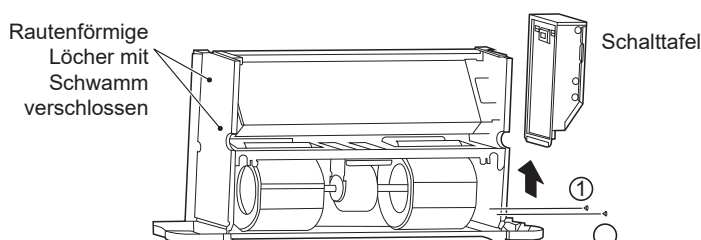

Abb. 5-19 Entfernen der Schalttafel und Verschließen der Löcher
Wie in Abbildung 5-19 dargestellt, entfernen Sie die 2 Schrauben ①, um die Schalttafel abzunehmen.
Verschließen Sie, wie in Abbildung 5-19 gezeigt, die rautenförmigen Löcher in der Seitenplatte (die Platte ohne Ein- und Auslassrohre) mit einem Schwamm.